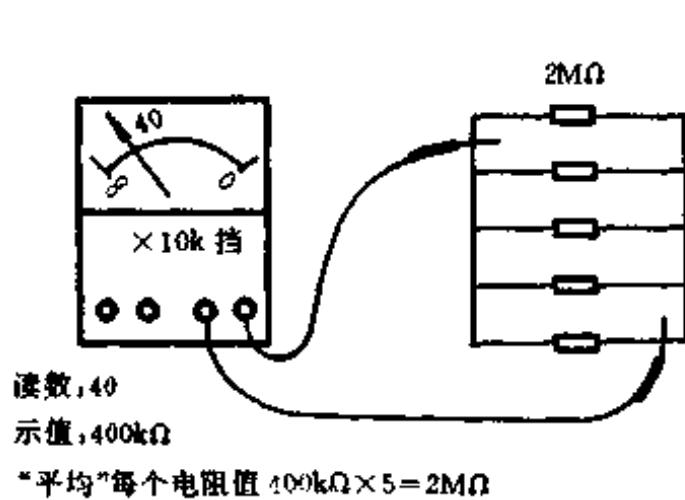

图 18
(1) 用多个(如5个)同值电阻并联在一起，用“ $\times 10k$ ”挡测，测出值乘以5即可，如图18所示。此法的缺点是必须事先认定这些电阻等值(可用万用表分别测，看其指针偏转程度是否一样)，且要有多个电阻。